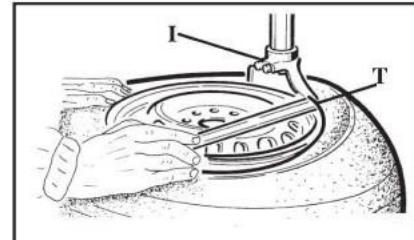

Рис.10
- С помощью монтировки (T), которую необходимо вставить через передний конец демонтажной головки (I) и под верхний борт шины. Установите верхний борт шины над монтажной головкой (см. рис. 10).
Примечание: По прошествии первых 20 дней эксплуатации, подтяните кулачки с помощью крепежных болтов ползунов поворотного стола. (Рис. 10)